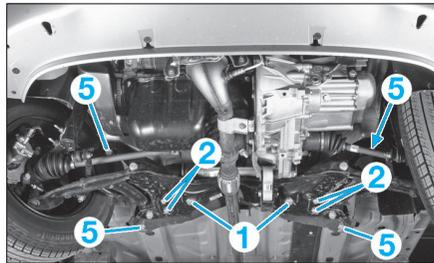
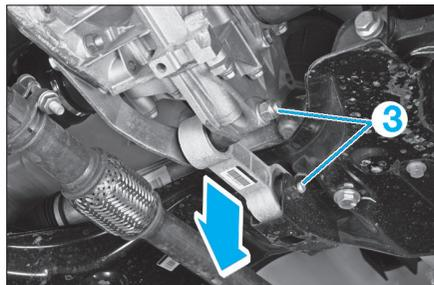

FIG. 8
FIG. 9
- les vis du boîtier de direction (1) (Fig.8),
- les vis (2) de fixation de la barre stabilisatrice,
- les vis de fixation (3) de la biellette anticouple puis l'extraire (Fig.9).
- Déposer de chaque côté, les vis (5) de fixation de berceau avant (Fig.8).